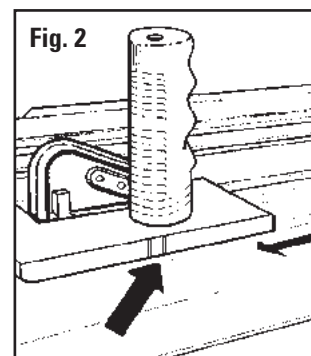

Fig. 2
4. Verwenden Sie den geraden Schneidekopf und richten Sie die obere Linie mit der oberen Randlinie aus und drücken Sie auf dem Griff nach unten, bis der Schneidekopf flach auf dem Passepartout aufliegt, so dass die Nylonführungen in die Führungsschiene eingehakt werden. **Abb. 2**
4. Utilizando el Cabezal de Corte recto, alinee la línea superior trazada con la línea superior de la franja y presione hacia abajo la manija hasta que el cabezal de corte se sienta completamente plano sobre la lámina perimétrica de modo que las Guías del Nylon se enganchen en el borde del carril guía. **Fig. 2**
4. Con l'ausilio della testa per tagli dritti, allineare il tratto di matita superiore con la linea del bordo superiore ed esercitare pressione sull'impugnatura finché la testa di taglio non poggia, piano, sul cartoncino di modo che le guide in nylon si aggancino alla rotaia di guida. **Fig. 2**